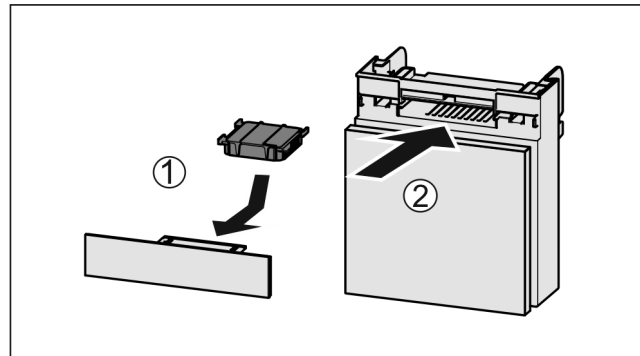

Fig. 81
- ▶ Introduceți Fig. 81 (1) filtrul de cărbune activ după cum se vede în figură.
- ▶ Împingeți Fig. 81 (2) compartimentul în interior.